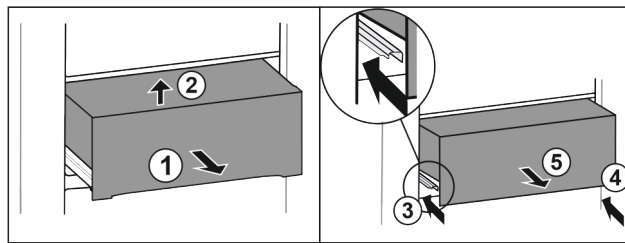

Fig. 32
- Vytiahnite zásuvku do polovice. Fig. 32 (1)
- Nadvihnite zásuvku vpred. Fig. 32 (2)
- Zasuňte ľavú koľajničku. Fig. 32 (3)
- Zasuňte pravú koľajničku. Fig. 32 (4)
- Odoberte zásuvku dopredu. Fig. 32 (5)